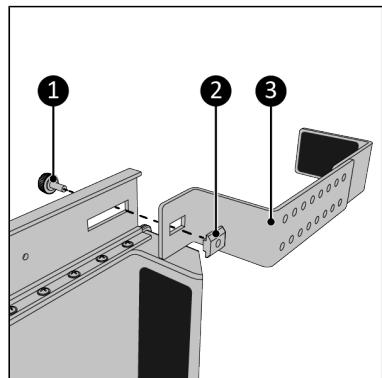

Figure 201.
- Vissez le support (Figure 201, pos. 3) sur le rail principal situé à l'avant au moyen de la vis à bouton (Figure 201, pos. 1). Veillez à raccorder la vis à bouton à l'écrou coulissant (Figure 201, pos. 2).